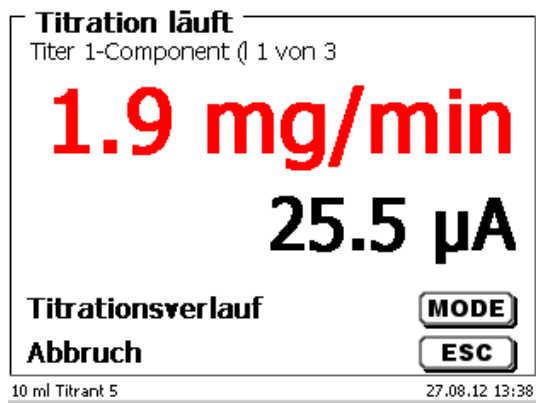

Abb. 76
- oder die Drift mit dem Messwert in μA (Abb. 76),